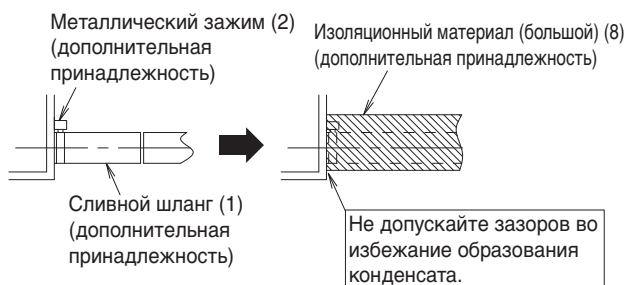
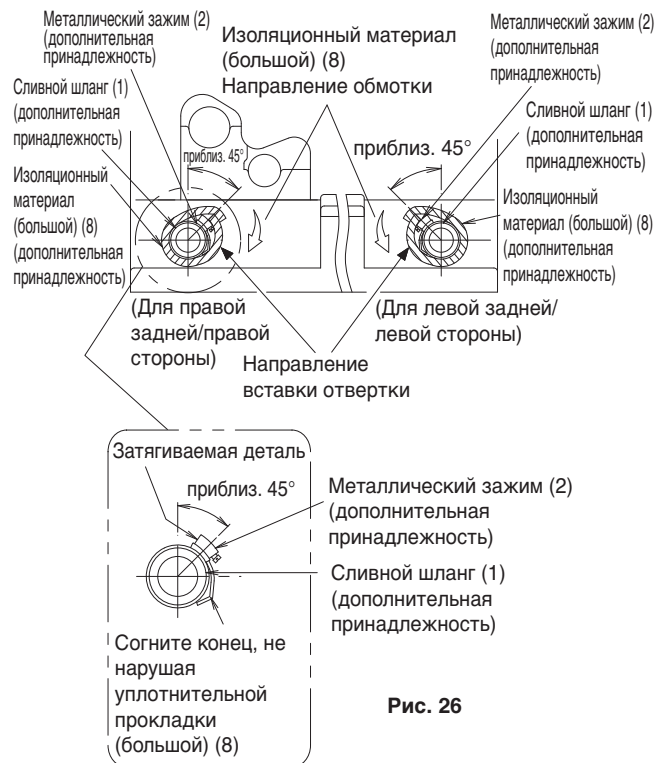

Рис. 25
Рис. 26
- Следует использовать сливной шланг (1) и металлический зажим (2), имеющиеся в комплекте. Также вставьте сливной шланг (1) в основание дренажного гнезда и плотно закрепите его металлическим зажимом (2). (См. рис. 25 и рис. 26)
(Устанавливайте металлический зажим (2) таким образом, чтобы место соединения зажима находилось под углом 45°, как показано на рис. 26.)
- Загните конец металлического зажима (2), чтобы изоляционный материал не образовывал выпуклость. (См. рис. 26)
- При выполнении изоляции наматывайте имеющийся в комплекте изоляционный материал (большой) (8) от металлического зажима (2) и сливного шланга (1) в направлении, указанном стрелкой. (См. рис. 25 и 26.)